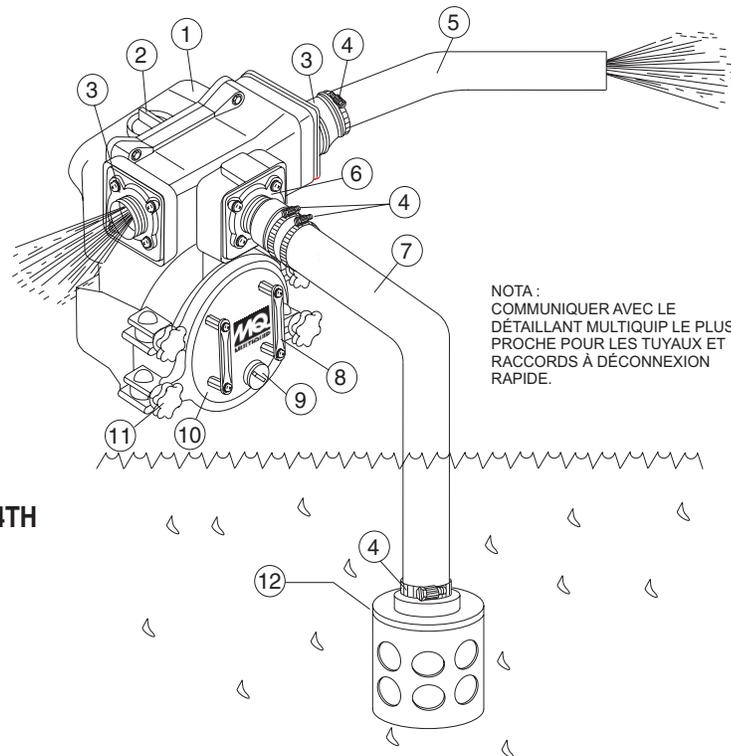

Figure 2. Utilisation de la pompe QP-4TH
La figure 2 illustre un projet type avec pompe à résidus centrifuge QP-4TH. Noter que cette pompe est conçue pour le retrait d'eau propre et d'eau contenant une certaine proportion de débris et de solides. La taille maximale des solides ne doit pas dépasser 50 mm (2 po) de diamètre. **NE PAS** poser la crépine au fond de l'eau. Placer la crépine au-dessus du fond réduit l'aspiration de sable et de corps étrangers.
3. Pour amorcer la pompe, retirer le bouchon de remplissage (figure 2) et la remplir d'eau. Si le corps de la pompe n'est pas rempli d'eau avant le démarrage, le pompage ne sera pas possible.
1. Vérifier que les conduites sont **bien** fixées à la pompe. S'assurer que la conduite d'aspiration (figure 2) ne fuit pas. Resserrer les colliers et les raccords si nécessaire.
4. Vérifier que la conduite de **refoulement** (figure 2) n'est pas coudée. Placer la conduite de façon qu'elle soit la plus droite possible sur le sol. Éliminer les torsades et les coudes prononcés susceptibles de bloquer l'écoulement de l'eau.
6. S'assurer que la **crépine d'aspiration** (figure 2) est propre et bien fixée à l'extrémité de la conduite d'aspiration plongée dans l'eau. La crépine est conçue pour protéger la pompe en empêchant l'aspiration de gros objets.